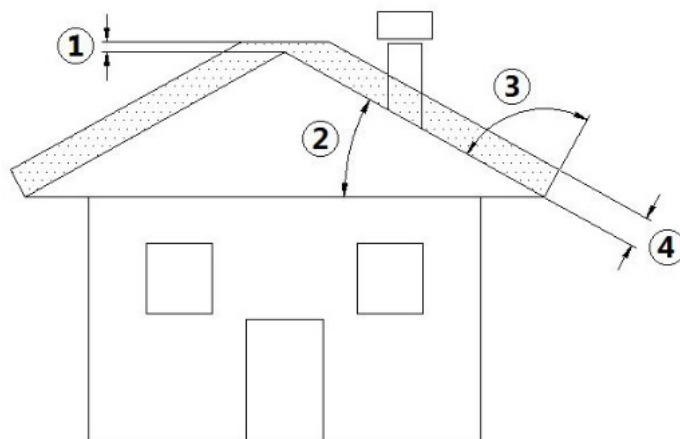

Fig. 2 - Schuin dak
LEGENDA Fig. 2 op pag. 41
- De hoogte waarop de rookgassen in de atmosfeer uitgestoten worden, moet buiten de zone van terugstroming liggen. Deze terugstroming wordt veroorzaakt door de vorm van het dak of door obstakels die zich in de nabijheid bevinden (zie **Fig. 2 op pag. 41**).